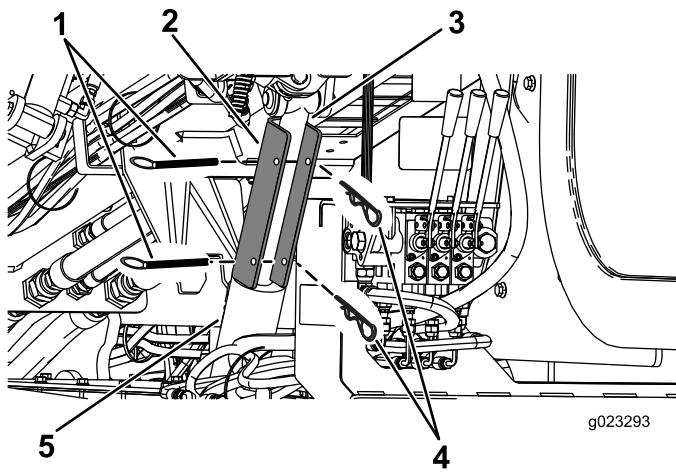

Bild 62
4. Positionieren Sie das Zylinderschloss über der Zylinderstange (Bild 62).
5. Befestigen Sie das Zylinderschloss mit dem Splint und dem Lastösenbolzen (Bild 62).
4. Entfernen Sie den Splint und den Lastösenbolzen, mit denen das Zylinderschloss befestigt ist (Bild 62).